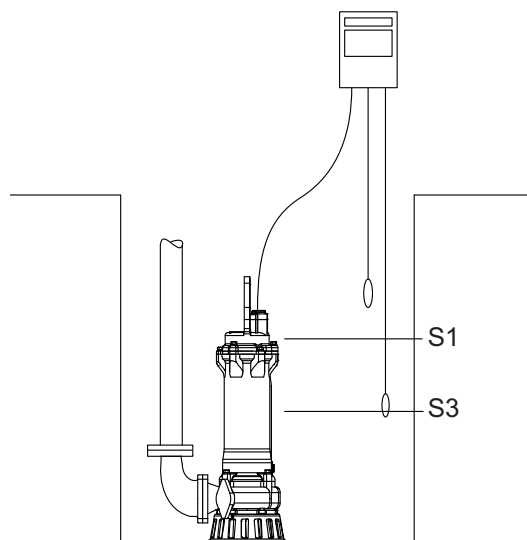
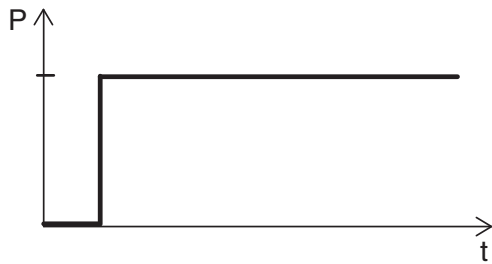

Рис. 10 Уровень жидкости
Рис. 11 S1, непрерывный режим эксплуатации
- в переменном режиме с частичным погружением насоса, S3. См. рис. 10.
В данном режиме насос может работать непрерывно без остановки для охлаждения, см. рис. 11. При полном погружении насос достаточно охлаждается окружающей перекачиваемой средой. Смотрите также рис. 10.
В этом режиме насос частично погружен в перекачиваемую жидкость, т.е. уровень жидкости должен быть не ниже середины корпуса электродвигателя. См. рис. 10.